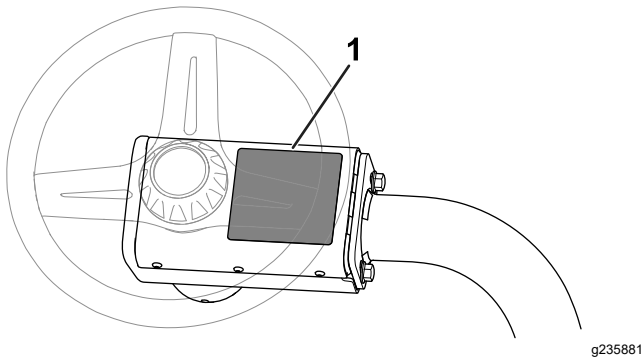

Figura 15
- Coloque la pegatina de advertencia CE (Pieza N.º 136-8505) sobre la pegatina de advertencia existente (Pieza N.º 136-8506). La Figura 15 muestra la ubicación de la pegatina de advertencia.